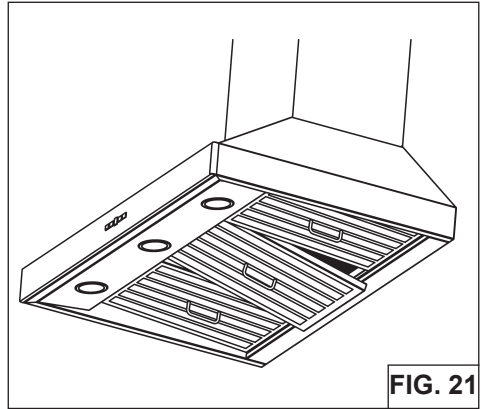

FIG. 21
1. Para quitar el filtro de grasas, (Fig. 21) empuje el filtro hacia el frente hasta que se libere de la guía, después tire del filtro para soltarlo de la campana. Inclinarse el filtro y quitar.